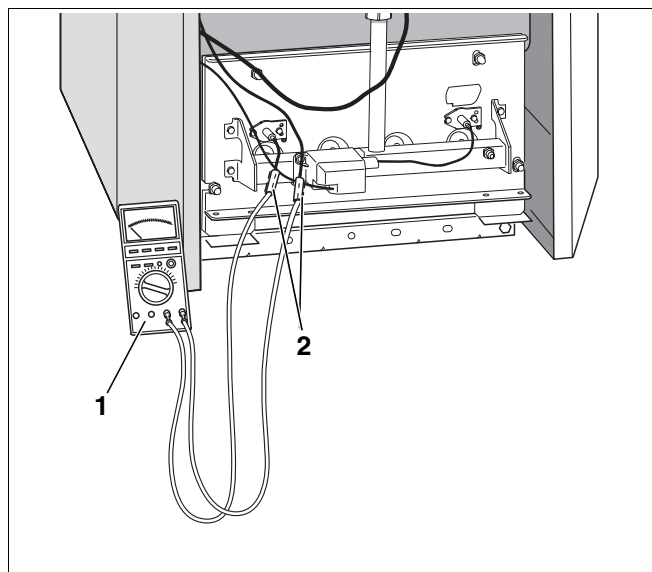

Fig. 33 Măsurarea curentului de ionizare
- Racordarea în serie a aparatului de măsură (Fig. 33, **Poz. 1**) la contactele îmbinării cu fișe a cablurilor de supraveghere (Fig. 33, **Poz. 2**).
- La aparatul de măsurare (Fig. 33, **Poz. 1**) alegeți μ A-domeniul de curent alternativ.
- Conectați din nou racordul (Fig. 33, pagina 48, **Poz. 2**) cablului de supraveghere.